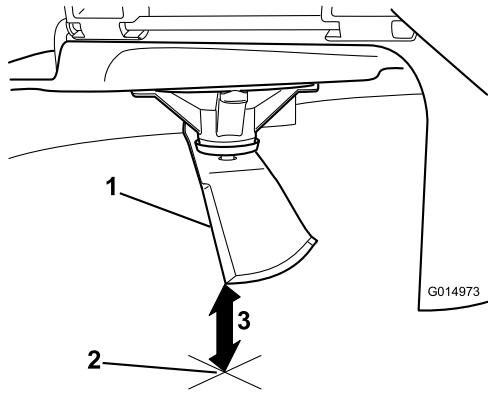

Figure 53
- Mesurez la distance entre la pointe de la lame et la surface plane (Figure 53).